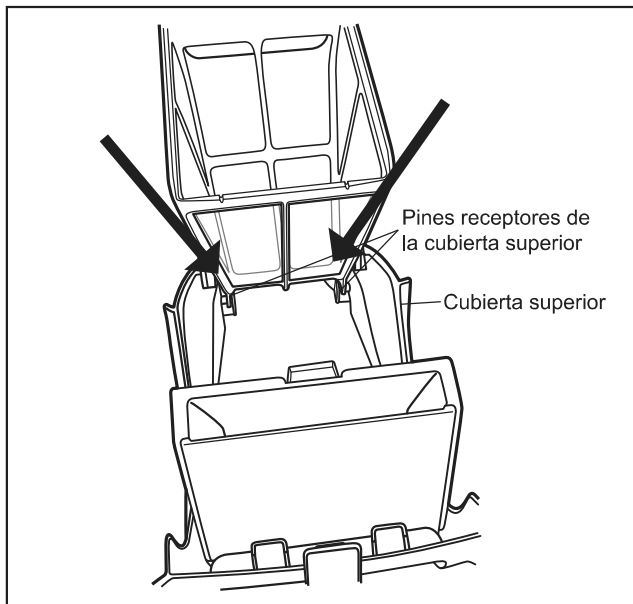

Figura 12. Enganche a los ganchos el cartucho del filtro en la cubierta superior
1. Posicione los ganchos de la caja del filtro en los pines receptores de la cubierta superior, como se muestra en la Figura 12.